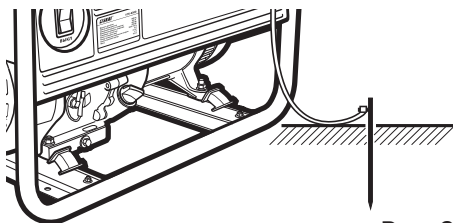

Рис. 9
2. Проверьте заземление генератора (рис. 9). Следуйте требованиям правил установки заземления, описанным в пункте 3.1.5, «Заземление» настоящего руководства.